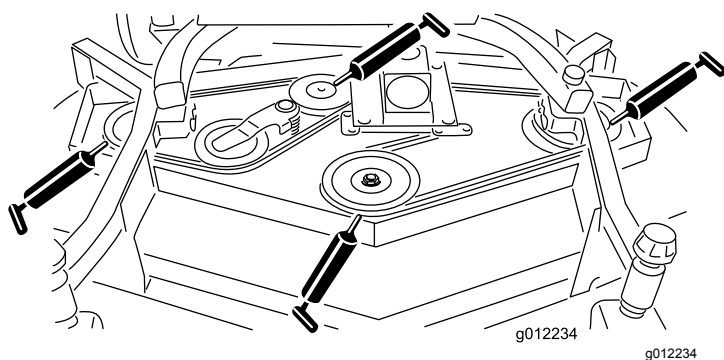

Bild 19
- Spindelwellenlager (unter der Riemenscheibe) (Bild 19)
- Lager der Spannarmwelle (Bild 19)